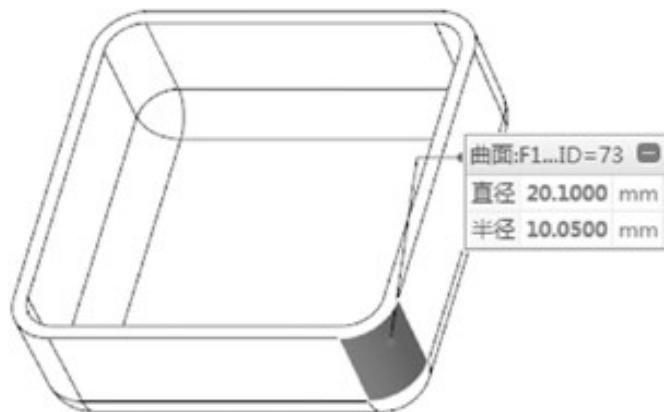

图1-28 显示该圆角的直径为20.1mm
Step 06 选择零件的1个圆角面，显示该圆角的直径为20.1mm，如图1-28所示，表示该零件已成功放大。